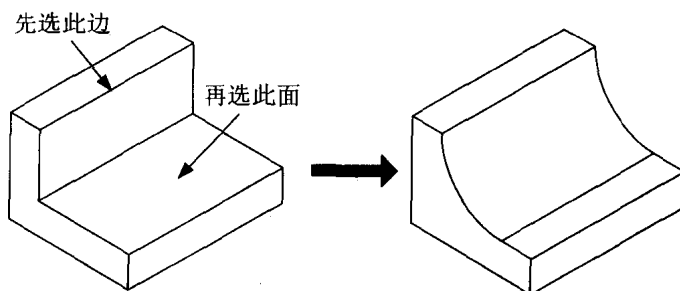

图 1.9
- ◆ **Edge-Surf(边-曲面)**: 圆角通过所选取的边, 且与所选取的面相切。例如, 图 1.9 是以 Edge-Surf 的方式选一个边及一个曲面做圆角。